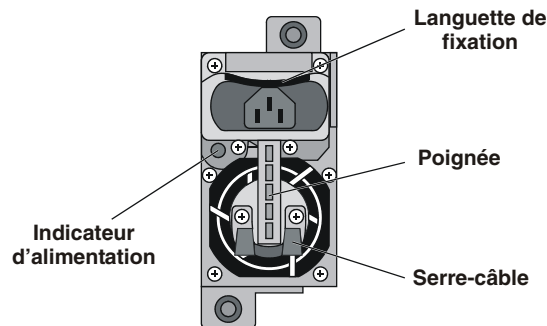

Figure 1-8. DEL d'alimentation
Comme le montre la *Figure 1-8*, chaque module d'alimentation de HP Server tc4100 dispose d'un indicateur et de son propre connecteur d'alimentation secteur. HP Server tc4100 est fourni en standard avec un module d'alimentation. Un second module est disponible en option pour la redondance.
1. Assurez-vous que le ou les cordon(s) d'alimentation de HP Server tc4100 sont raccordés à la source d'alimentation. Voir la Figure 1-8.